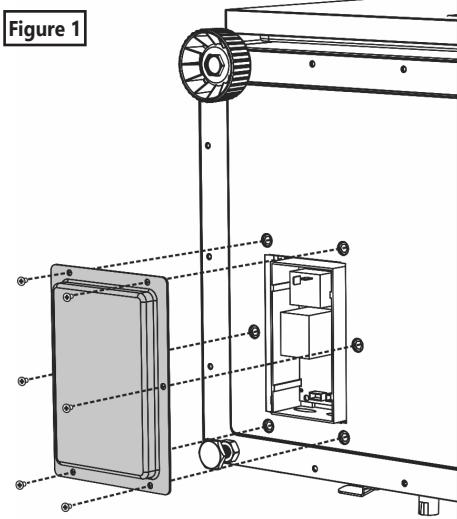
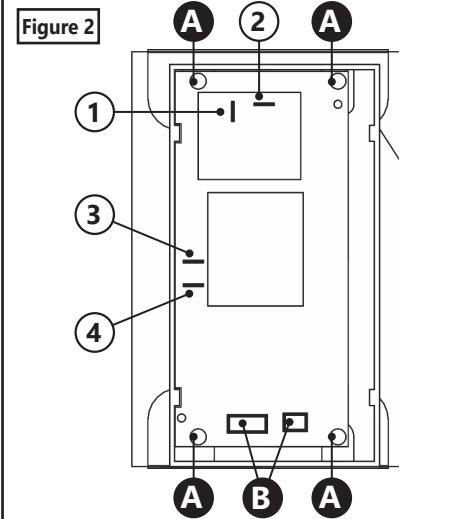

Figure 1
Figure 2
- Locate the access panel for the power circuit board on the bottom of the smoker. See Figure 1.
- Remove the six screws and remove the access panel cover. See Figure 1.
- Carefully remove the wires from their terminals. See 1, 2, 3 and 4 on Figure 2 for locations. This may be easier with the use of pliers.
- Disconnect the two wire plugs from the power circuit board. See B on Figure 2 for locations. Grip the plug and pull straight up to disconnect.
- Remove the four screws from the outermost corners of the power circuit board. See A on Figure 2 for locations.
- Replacing the new power circuit board will be in the reverse order of removing the previous power circuit board. Use caution to replace wires in their original locations according to Figure 2.
- Reconnect the two wire plugs to the power circuit board. See B on Figure 2.
- Replace the four screws of the power circuit board. See A on Figure 2.
- Replace the access panel cover and secure with the six screws. See Figure 1.
- Locate the access panel for the element on the back of the smoker. See Figure 1.
- Remove the six (6) screws and remove the access panel cover (**Caution: sharp edges**). See Figure 1.
- Carefully remove heat shrink from the female leads (A), disconnect from male spades (B) and then reconnect.
- **NOTE:** Some female lead terminals will require you to press a small release latch to disconnect from male spades. See Figure 2.
- Trouvez le panneau d'accès de la carte de contrôle de puissance qui se trouve sur le fond du fumoir. Voir la figure 1.
- Enlevez les six vis et enlevez le couvercle du panneau d'accès. Voir la figure 1.
- Retirez prudemment les fils de leurs bornes. Voir les emplacements 1, 2, 3 et 4 sur la figure 2. Cela peut être facilité par l'utilisation de pinces.
- Débranchez les deux prises des fils de la carte de contrôle de puissance. Voir l'emplacement B sur la figure 2. Prenez la prise et tirez droit vers le haut pour la débrancher.
- Retirez les quatre vis des coins extérieurs de la carte de contrôle de puissance. Voir l'emplacement A sur la figure 2.
- Pour installer la nouvelle carte de contrôle de puissance, répétez en ordre inverse les étapes suivies pour enlever l'ancienne carte. Faites preuve de prudence pour remettre les fils à leurs emplacements d'origine, conformément à la figure 2.
- Rebranchez les deux prises des fils sur la carte de contrôle de puissance. Voir B sur la figure 2.
- Réinstallez les quatre vis de la carte de contrôle de puissance. Voir A sur la figure 2.
- Remettez le couvercle du panneau d'accès et fixez-le au moyen des six vis. Voir la figure 1.
- Trouvez le panneau d'accès de l'élément qui se trouve à l'arrière du fumoir. Voir la figure 1.
- Enlevez les six (6) vis et enlevez le couvercle du panneau d'accès (**attention : bords tranchants**). Voir la figure 1.
- Enlevez prudemment l'emballage thermorétrécissable des fils femelles (A), débranchez les cosses mâles (B), puis reconnectez-les.
- **REMARQUE :** Pour certaines bornes des fils femelles, vous devrez appuyer sur un petit loquet de blocage pour les débrancher des cosses mâles. Voir la figure 2.